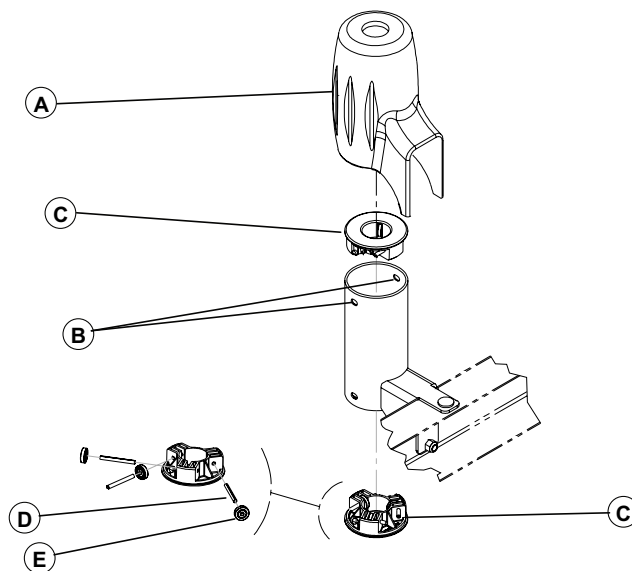

Figure 30 – Remplacement du roulement
4. Il est également possible de soulever chaque côté du couvercle du support de rail (A) pour le soulever du support de rail (Figure 30).
6. À l'aide d'un tournevis à fente, appuyer sur les deux languettes de verrouillage et les soulever à travers les trous (B) de chaque côté du support de rail pour dégager le support de roulement (C) (Figure 30).
7. À l'aide d'une pince à becs fins, retirer la goupille à ressort (D) qui fixe le roulement (E) (Figure 30). Retirer et jeter le roulement. Conserver le ressort.
8. En utilisant un poinçon de 1/8 po comme guide, insérer la goupille à ressort (D) et le nouveau roulement (E) dans les trous de support (Figure 30). Centrer la goupille à ressort de sorte que l'ensemble de roulement s'adapte dans le support de rail.